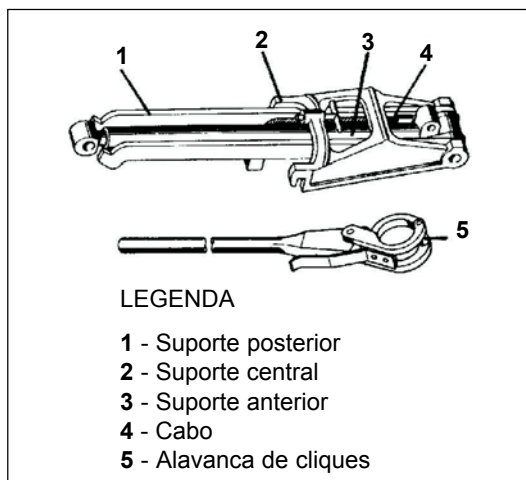

Fig 5-2. Ferramenta de abertura da tampa do motor
(2) Colocação da ferramenta de abertura da tampa do motor: (Fig 5-2)